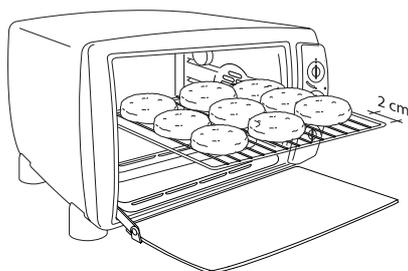
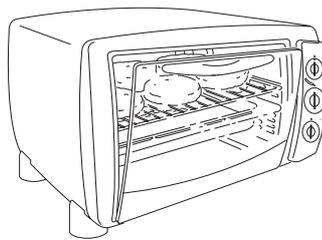

Abb. 1
Abb. 2
Das Grillgut direkt auf den Rost stellen, die Fettpfanne (N) auf die mittlere Schiene (2) wie in Abbildung 1 dargestellt schieben und die Tür wie in Abbildung 2 anlehnen.
**Wichtig:** Zum Erzielen optimaler Ergebnisse positionieren Sie das Grillgut so auf dem Rost, dass etwa 2 cm Freiraum zur Tür bleibt (siehe Abbildung 1).